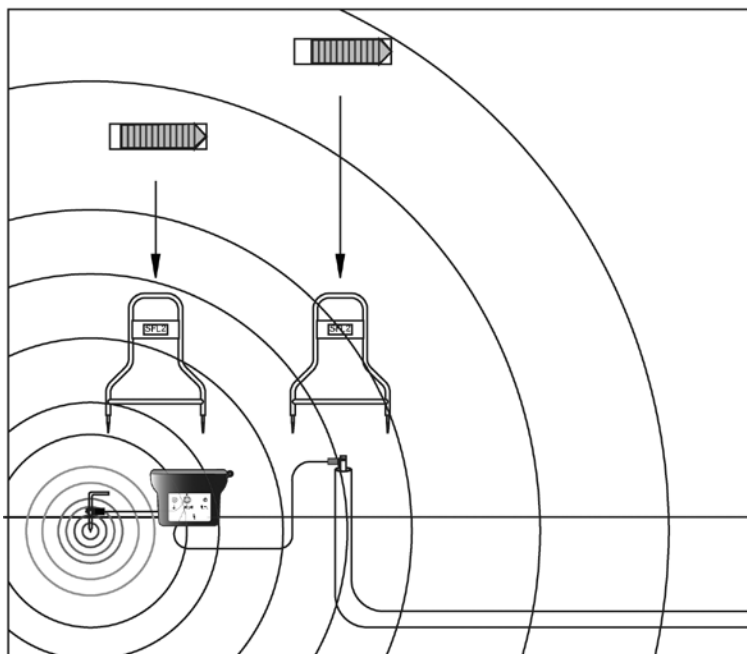

Figure 7-1 : Synchronisation de l'A-5000
5. Si elle pointe vers la tige de terre, il n'y a aucun défaut. Vérifiez de nouveau les branchements et les connexions si le défaut annoncé est erroné. Voir Figure 7-1